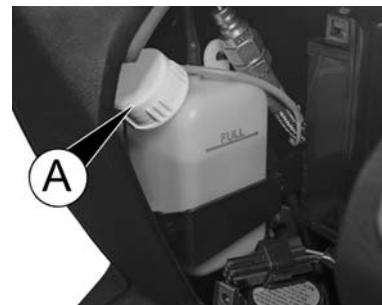

fig. 3
- vérifiez que le liquide de refroidissement du moteur présent dans le réservoir avoisine l'encoche FULL fig. 3 ;
- s'il fallait procéder à l'appoint du liquide de refroidissement moteur, accédez au réservoir en dévissant le bouchon A fig. 3 ou adressez-vous à un concessionnaire agréé Quadro ou à un réseau qualifié ;